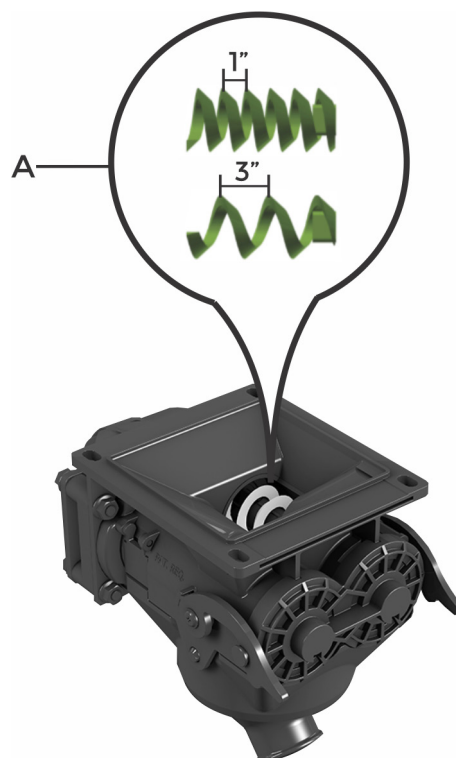

fig. 16
La regulación de la cantidad de fertilizante en kg/ha se realiza a través de las roscas sinfín de 1" y 3" (A) (fig. 16) montados en el dosificador TOPLANTING y el cambio de los piñones de la transmisión.